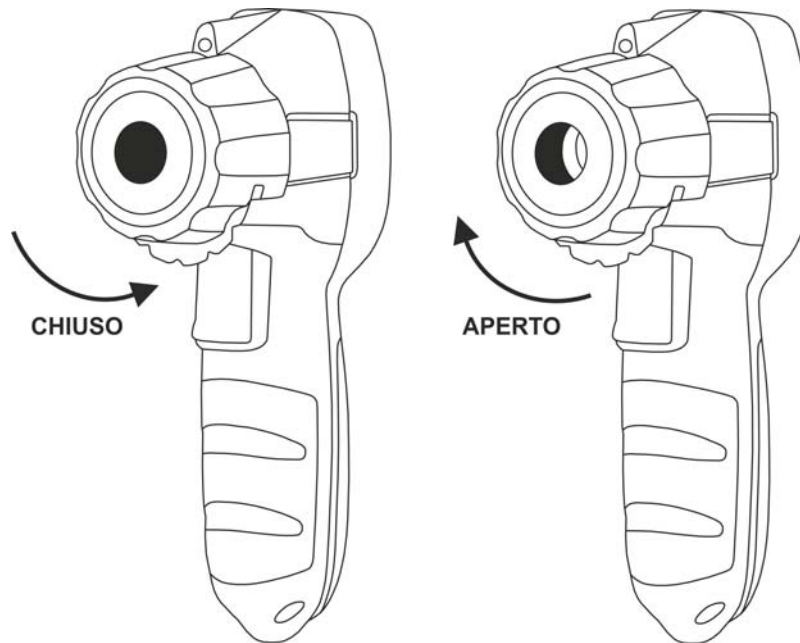

Fig. 14: Apertura ghiera di protezione
3. Ruotare la ghiera di protezione (vedere Fig. 1 – parte 3) e aprire il foro centrale (vedere Fig. 14)